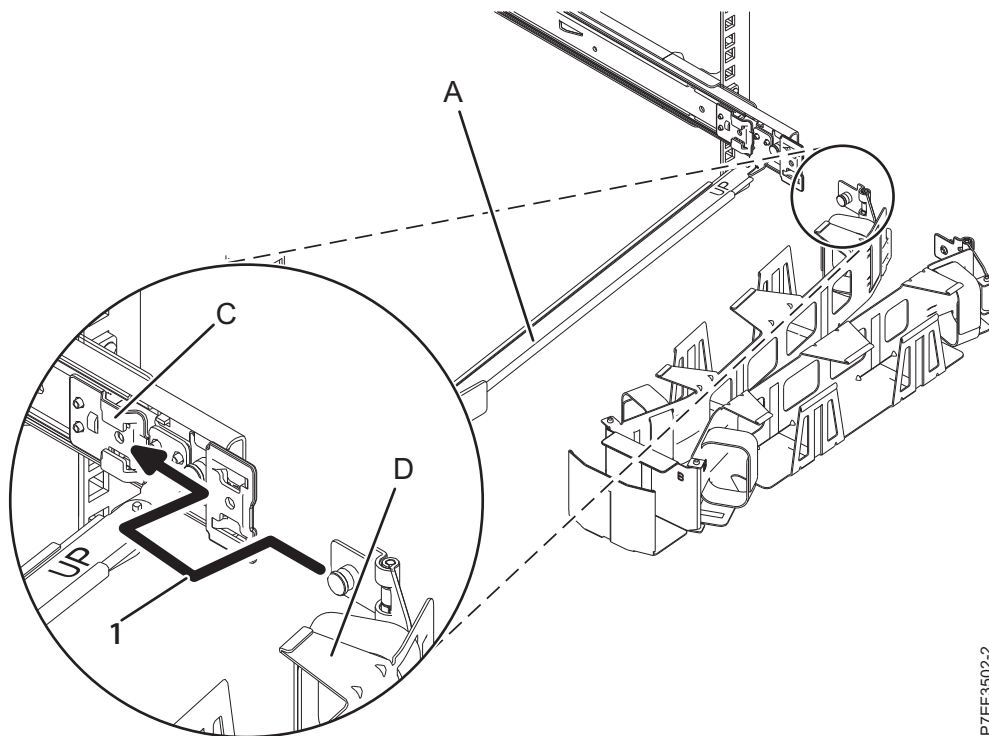
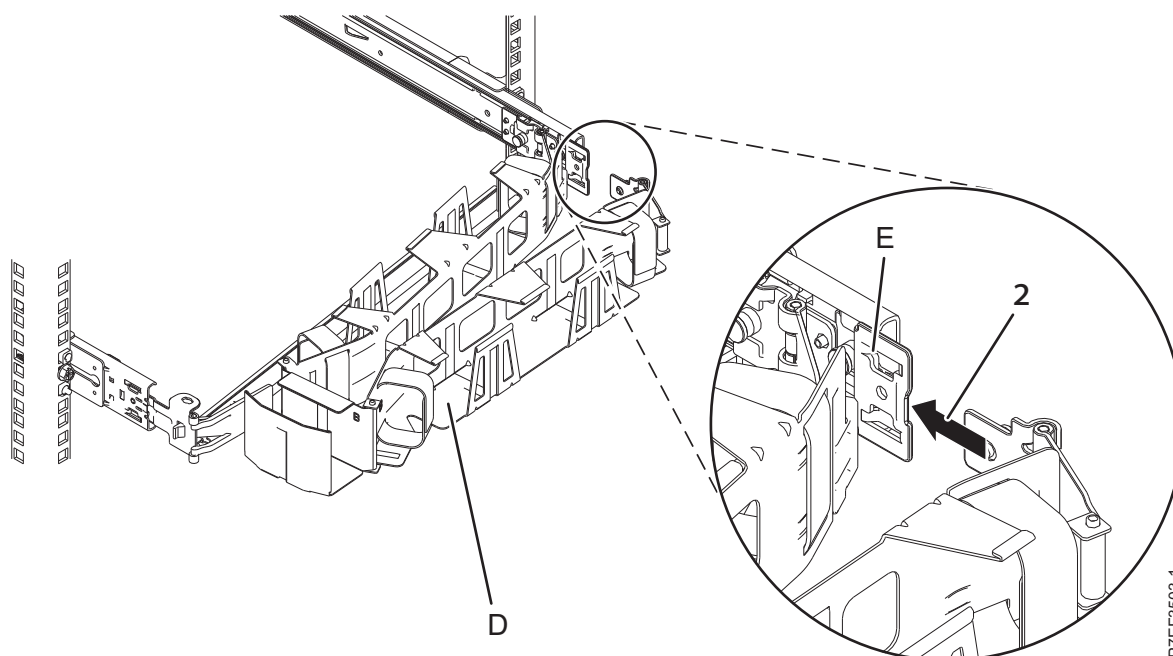

Figura 15. Deslizando a guia do suporte para organização de cabos no slot de suporte de montagem
Figura 16. Deslizando a outra guia do suporte para organização de cabos no suporte de extensão
7. Posicione o suporte para organização de cabos (**D**) no braço de suporte (**A**). Deslize a primeira aba do suporte para organização de cabos no slot no suporte de montagem (**C**). Empurre a presilha até que a trava com mola se encaixe no lugar. Deslize a outra guia do suporte para organização de cabos no suporte de extensão (**E**) no lado externo do trilho deslizante da direita (2). Empurre a presilha até que a trava com mola se encaixe no lugar. Para obter detalhes, consulte Figura 15 na página 11 e Figura 16 na página 11.